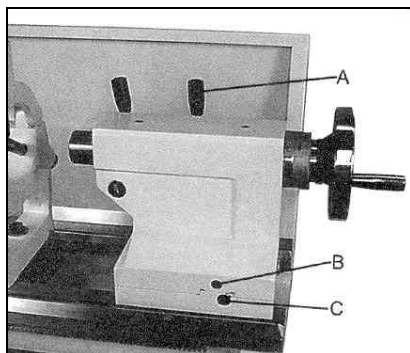

Fig 19
Zur Verstellung die Reitstock-Klemmschraube (A, Fig 19) lösen. Die Verstellsschraube auf der Vorderseite herausdrehen (B) und auf der Rückseite entsprechend nachstellen. Die Stellschrauben und die Reitstock-Klemmschraube wieder festziehen.